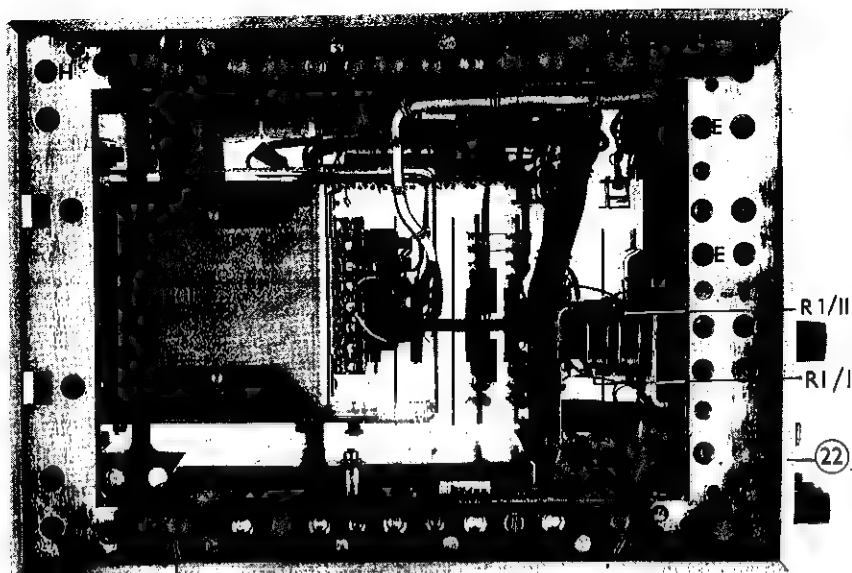

Fig. 17. Côté gauche
- Démontez le profil de renforcement aux 2 vis "D" (fig. 17 et 18).
- Oter les quatre vis "E" (fig. 17 et 18).